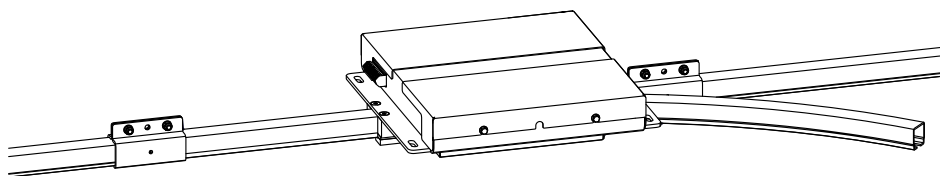

Abb. 18: Die geraden C-Schienenstücke der Schiebeweiche sind an beiden Seiten montiert
- Das weitere gerade C-Schienenstück der Schiebeweiche auf die gleiche Weise montieren (siehe Abb. 18).